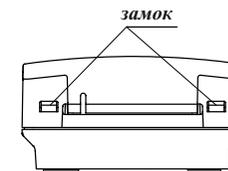

Рисунок 3
6.9 Для установки извещателя необходимо отсоединить корпус от основания, нажав отверткой на замки (см. рисунок 3). При этом кнопка должна быть в отжатом состоянии.